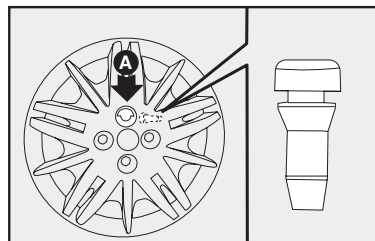

fig. 9
- Coloque a presión la taza de la rueda en la llanta, haciendo coincidir el símbolo , grabado en el interior de la taza, con la válvula de inflado; de esta forma, el orificio más grande de la taza **A-fig. 9** pasará a través del tornillo colocado anteriormente.